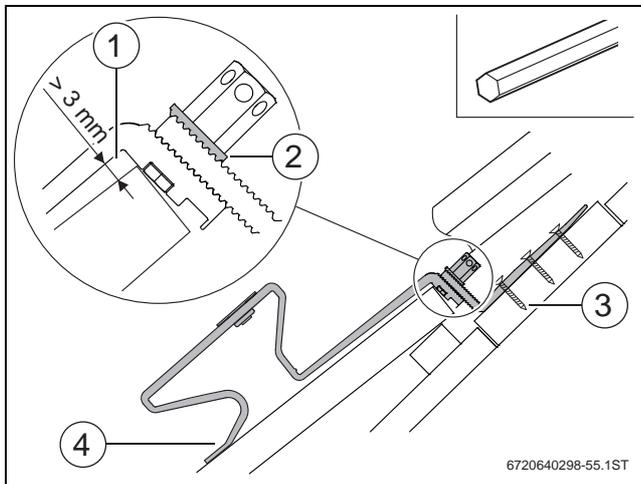

Fig. 44
O gancho de fixação necessita de alguma folga na aresta superior da telha (Fig. 44, [1]).
- O gancho de fixação deve assentar à frente sobre a telha (Fig. 44, [4]).